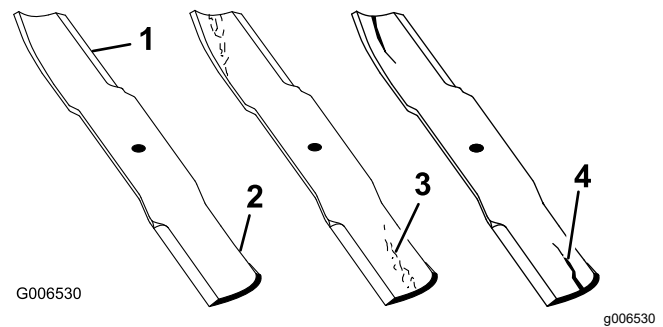

Figura 52
1. Inspeccione los filos de corte (Figura 52).
4. Si observa fisuras, desgaste o la formación de una ranura en esta zona, instale de inmediato una cuchilla nueva (Figura 52).